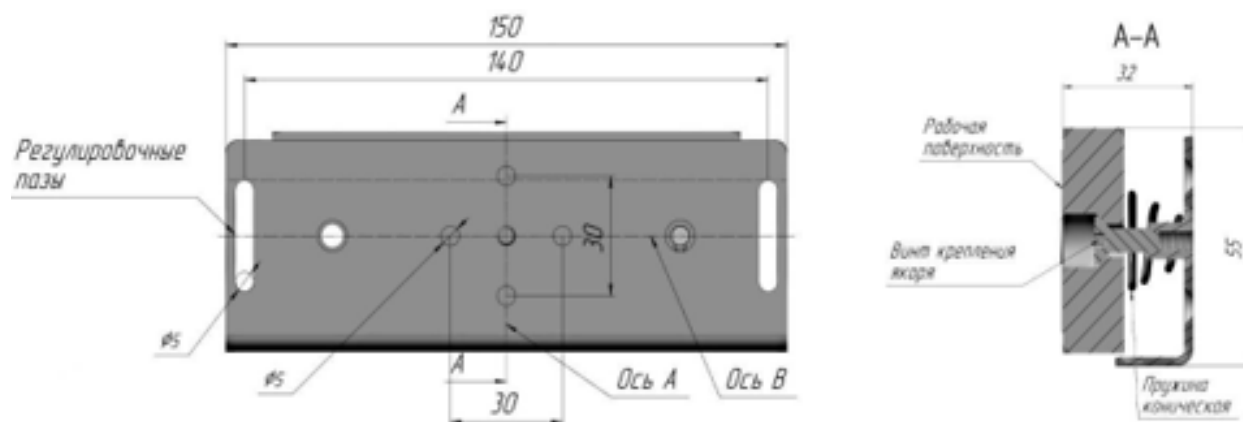

Рис.3 Якорная часть замка FM-26
5.4.1 Якорная часть замка разборная и состоит из пластины крепления якоря (15), конической пружины (14),якоря (11) и регулировочного винта (10). Пружина обеспечивает необходимый угловой и осевой ход якоря на пластине для плотного прилегания рабочих поверхностей корпуса и якоря. Крепление якоря на пластине выполняется регулировочным винтом (10). Под регулировочный винт необходимо просверлить отверстие диаметром 8-10мм на глубину 10мм. Винт позволяет производить регулировку положения якоря. Для вращения винта используется шестигранный ключ из комплекта поставки.
Для обеспечения совмещения частей замка в поперечном направлении предусмотрены регулировочные овальные пазы в пластине крепления якоря (15) (рис. 3), через которые осуществляется предварительный монтаж якорной части.